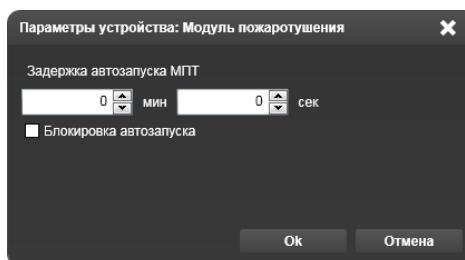

Рисунок 14.3.15 – Окно настройки **Параметры устройства: Модуль пожаротушения**
**Модуль пожаротушения МПТ-1** подключается к устройствам класса ППКП. Если выделить строку с устройством МПТ-1, становится активной кнопка **Редактировать** на панели инструментов. Если щелкнуть на ней или выбрать функцию **Свойства** в контекстном меню, вызываемым щелчком вспомогательной клавиши компьютерной мыши, откроется окно **Параметры устройства: Модуль пожаротушения** (Рисунок 14.3.15).